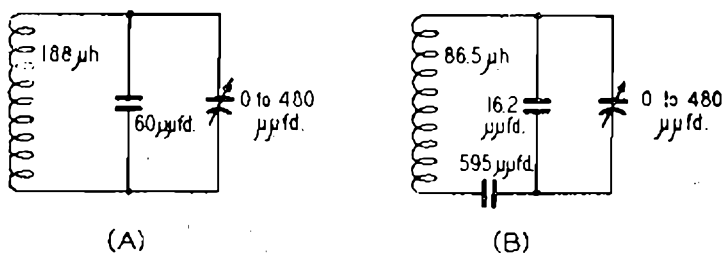

Fig. 1 A) Circuito oscillante di uno stadio di AF o mescolatore. B) Circuito oscillante dell'oscillatore locale.
A 60 pF di capacità corrisponde una frequenza di 1500 KHz e l'induttanza occorrente, determinata con la formula (1), è di 188 μH (v. fig. 1 A). Nei 60 pF sono comprese tutte le capacità parassite e la residua del condensatore di sintonia.